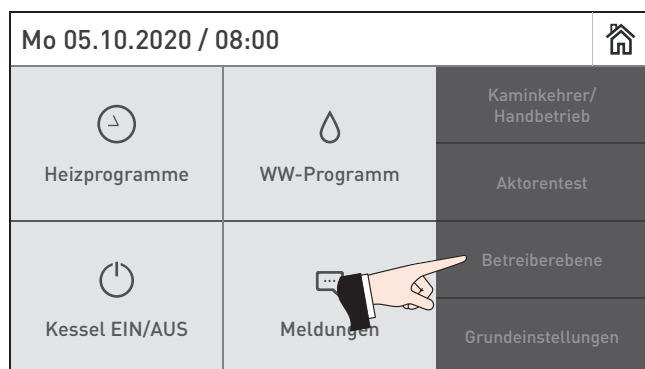
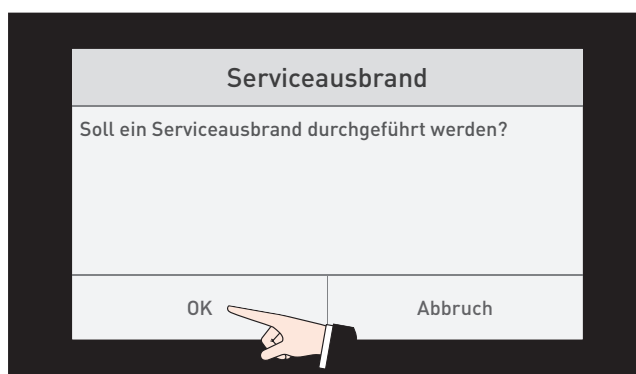
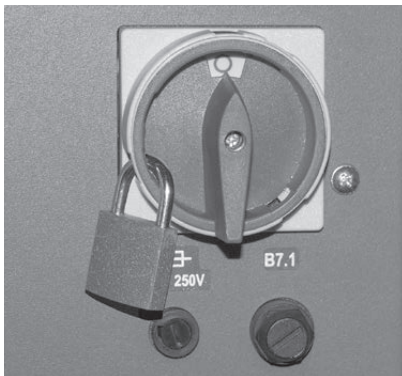

Fig. 60 Betrieberebene
Fig. 62 OK – Kessel ausschalten
Fig. 63 Hauptschalter in „0“-Stellung bringen und mit einem Vorhängeschloss gegen Wiedereinschalten sichern
- ▶ Für die Hauptreinigung den **Kessel immer vorher über „Betreiberebene“ → „Serviceausbrand“ → „OK“ ausschalten** (Fig. 60 bis Fig. 62 auf Seite 34) und warten, bis Ausbrandbetrieb fertig ist.
- ▶ Für die Hauptreinigung den **Kessel immer vorher über „Betrieberebene“ → „Serviceausbrand“ → „OK“ ausschalten** (Fig. 60 bis Fig. 62) und warten, bis Ausbrandbetrieb fertig ist.
- ▶ Kessel immer vorher über „Betrieberebene“ → „Serviceausbrand“ → „OK“ ausschalten (Fig. 60 bis Fig. 62) und warten, bis der Ausbrandbetrieb fertig ist (kann bis zu 1 Stunde dauern), dann Kessel mit Hauptschalter stromlos machen und gegen Wiedereinschalten sichern – Fig. 63.
- ▶ Kessel immer vorher über „Betreiberebene“ → „Serviceausbrand“ → „OK“ ausschalten (Fig. 60 bis Fig. 62 auf Seite 34) und warten, bis der Ausbrandbetrieb fertig ist (kann bis zu 1 Stunde dauern), dann Kessel mit Hauptschalter stromlos machen und gegen Wiedereinschalten sichern – Fig. 63 auf Seite 35.
- ▶ Für die Hauptreinigung den **Kessel immer vorher über „Betrieberebene“ → „Serviceausbrand“ → „OK“ ausschalten** (Fig. 60 bis Fig. 62 auf Seite 34) und warten, bis Ausbrandbetrieb fertig ist.
- ▶ Kessel immer vorher über „Betrieberebene“ → „Serviceausbrand“ → „OK“ ausschalten (Fig. 60 bis Fig. 62 auf Seite 34) und warten, bis der Ausbrandbetrieb fertig ist (kann bis zu 1 Stunde dauern), dann Kessel mit Hauptschalter stromlos machen und gegen Wiedereinschalten sichern – Fig. 63 auf Seite 35.
▶ Kessel immer vorher über „Betreiberebene“ → „Serviceausbrand“ → „OK“ ausschalten (Fig. 60 bis Fig. 62 auf Seite 34) und warten, bis der Ausbrandbetrieb fertig ist (kann bis zu 1 Stunde dauern), dann Kessel mit Hauptschalter stromlos machen und gegen Wiedereinschalten sichern – Fig. 63 auf Seite 35.